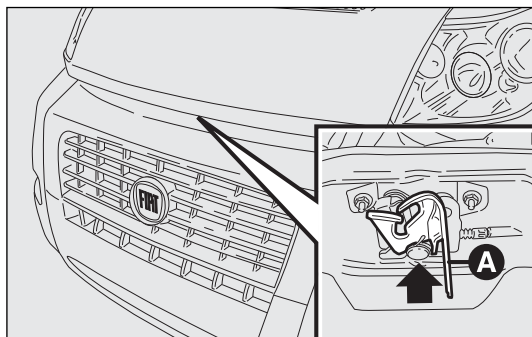

fig. 130
- tirar de la palanca A-fig. 130 tal como muestra la figura;